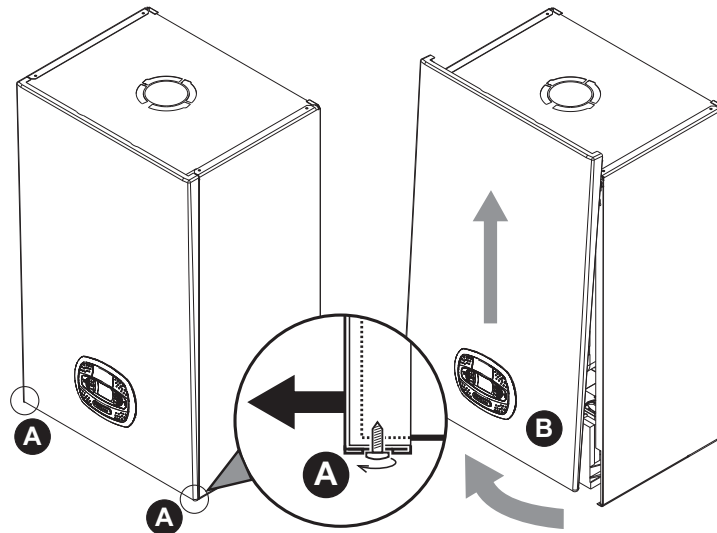

fig. 34- Apertura del panel frontal
1. Desenrosque parcialmente los tornillos **A** (fig. 34).